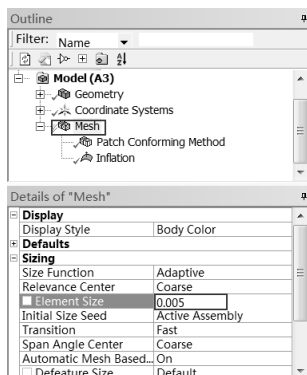

图 3-64 网格尺寸设置
Step17 : 选择 Project Model (A3) Mesh 命令，下面出现了 Details of Mesh 面板，在如图 3-64 所示的面板中设置如下。